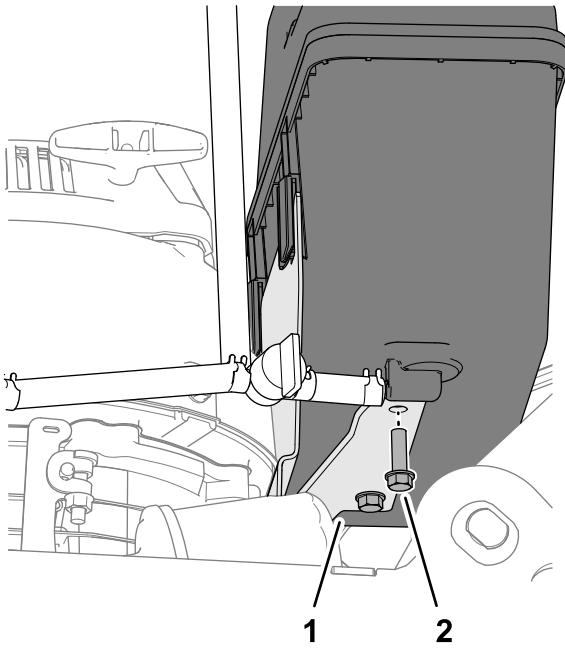

Рисунок 40
2. Прикрепите бак к фланцу монтажного кронштейна бака с помощью 2 болтов с фланцевыми головками (Рисунок 40).